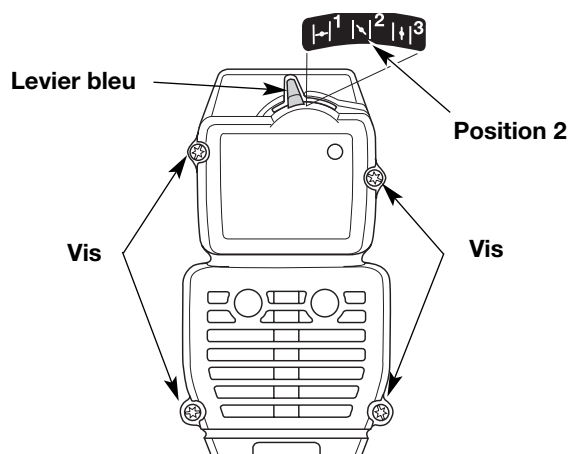

Fig. 13
**REMARQUE :** pour enlever le filtre à air/couvercle du silencieux, le levier bleu doit être en Position 2 (Fig. 13).
2. Retirez les quatre vis retenant le filtre à air/couvercle du silencieux (Fig. 13). Servez-vous d'un tournevis à mèche no. 20 Torx.
**REMARQUE :** pour installer le filtre à air/couvercle du silencieux, le levier bleu doit être en Position 2 (Fig. 13).